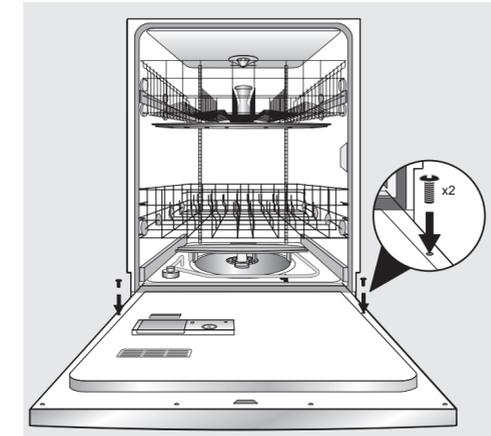

Figura 18
- Quite el cerrojo y abra la puerta. Utilizando un destornillador de punta cruciforme, quite los dos (2) tornillos de la puerta interior. Conserve los tornillos para volver a montar. Véase la figura 18.